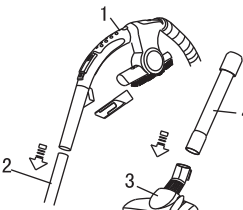

图3
- 将软管手柄(图3/1)凹槽插入金属伸缩管的上部相应位置(图3/2),听到“咔”声即为已经装配完成。若需取下手柄,则只需按下手柄连接处的锁扣即可。
- 将地刷(图3/3)插入金属伸缩管的下部接口(图3/4),听到“咔”声即为已经装配完成。若需取下地刷,则只需按下地刷与金属伸缩管连接处的锁扣即可。